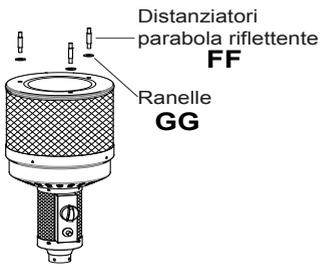

Fig. 7
7. Inserire il tubo gas QQ nel palo G far coincidere i fori ed avvitare i 4 bulloni DD come in fig.7.